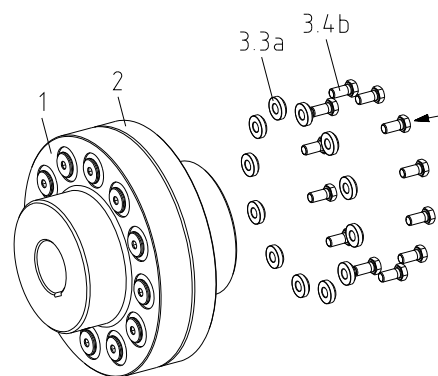

Рис. 18
- Соедините пальцы с шайбами (деталь 3.3a) и винты с шестигранной головкой (деталь 3.4 b), и затяните с помощью динамометрического гаечного ключа равномерно на момент затяжки, указанный в таблице 4 (см. рис. 18).